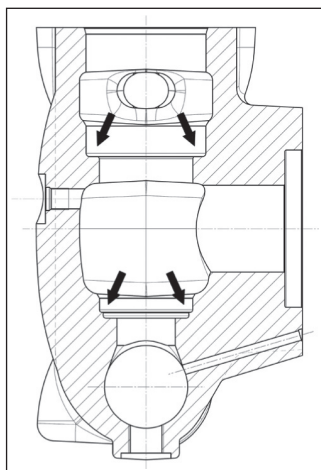

Fig. 98
**Antes de volver a colocar los grupos de válvula, limpiar y secar perfectamente los correspondientes alojamientos en la cabeza tal y como indican las flechas (pos. ①, Fig. 98).**